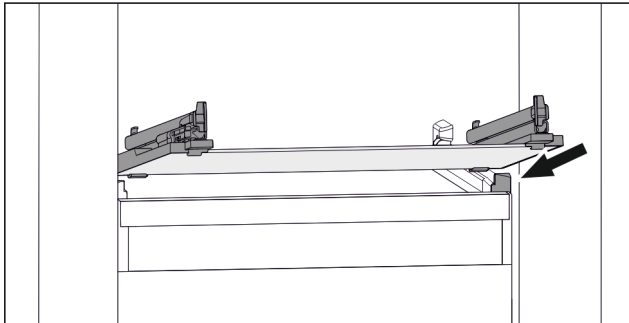

Fig. 115 Beispielhafte Darstellung der Glasplatte
- ▶ Glasplatte schräg hinter den Stopperrahmen aufsetzen. (siehe Fig. 115)